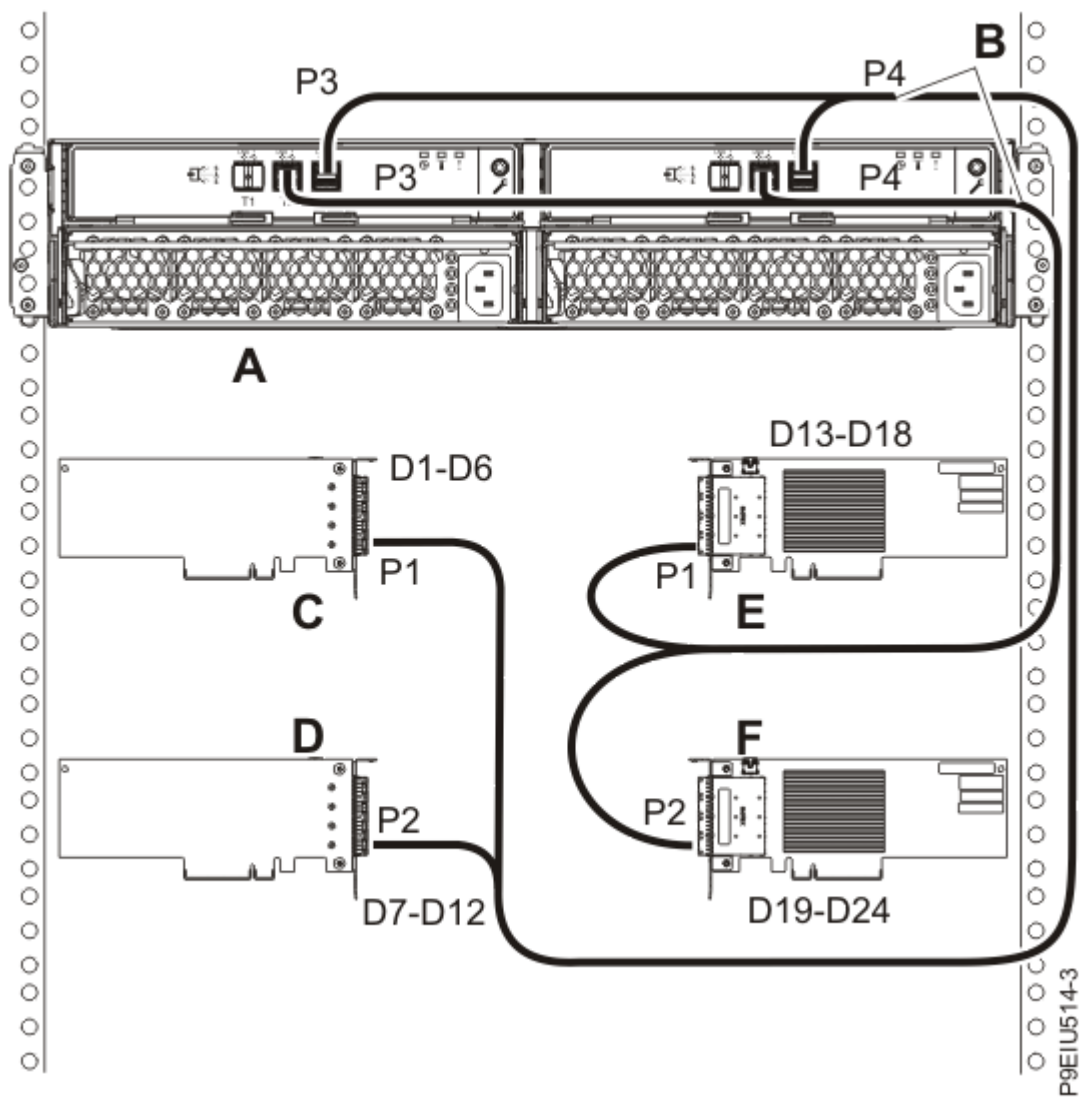

図 23. X12 ケーブルを使用した、4 つの独立した FC EJ0J または FC EJ0M の SAS アダプターへの 1 台の ESLS ストレージ・エンクロージャのモード 4 接続
23. 4 つの独立した FC EJ0J または FC EJ0M の SAS アダプターへの X12 ケーブル (B) を使用した、1 台のエンクロージャー (A) のモード 4 接続を実行します (28 ページの図 23 を参照)。その後、29 ページの『ケーブルと電源コードの接続およびカバーの取り付け』に進みます。